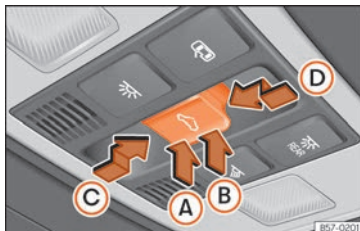

Abb. 148 Im Dachhimmel: Bedienelement für Panorama-Schiebedach.
Die Taste **Abb. 148** hat zwei Stufen. In der ersten Stufe kann das Glasdach ausgestellt sowie ganz oder teilweise geöffnet oder geschlossen werden.
• **Glasdach:** 5 Sekunden ab der Aktivierung des Einklemmschutzes verstreichen, drücken Sie die Taste ⏪ » » **Abb. 148** bis zur zweiten Stufe in Pfeilrichtung » » **Abb. 148** **D** bis das Dach vollständig schließt.